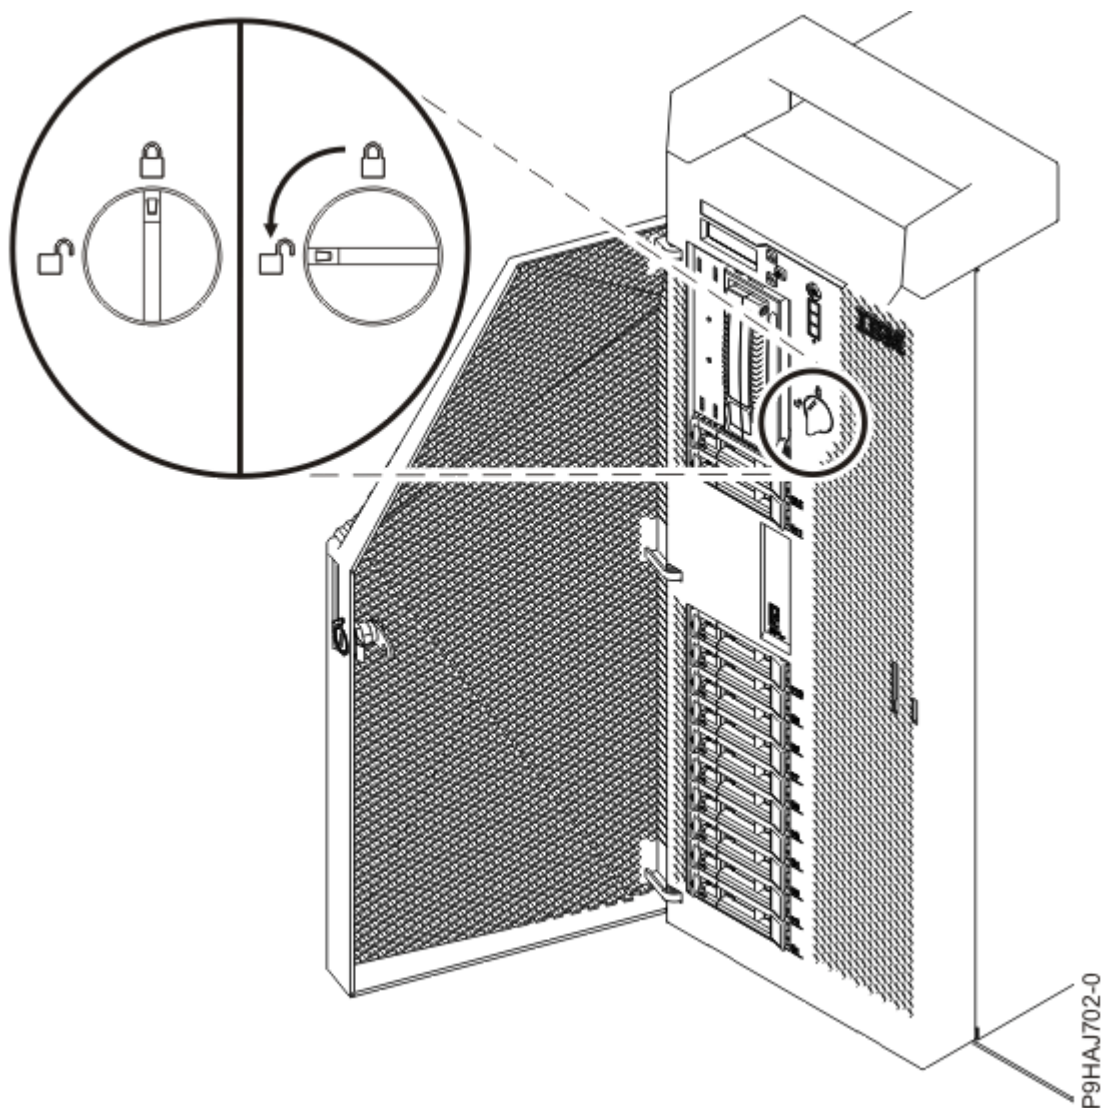

Figure 3. Ouverture du loquet de couvercle avant
- c) Tournez le loquet du couvercle vers la gauche (dans le sens contraire des aiguilles d'une montre) afin de déverrouiller le loquet, comme illustré dans la Figure 3, à la page 4.